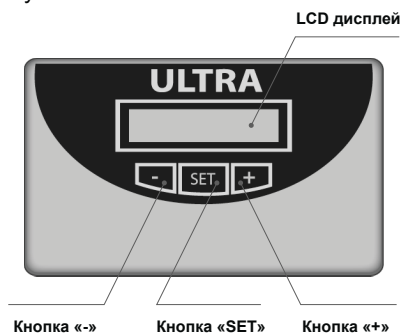

Рис. 6
- 2 Запустите ручную промывку. Для этого нажмите кнопку «**SET**» (см. рис. 6) и удерживайте в течение 5 сек. Отпустите кнопку (контроллер войдет в основное меню). Убедитесь, что на дисплее отображается надпись «**Manual Washing**». После этого однократно нажмите на кнопку «**SET**». Начнется промывка. Из дренажного шланга должна потечь вода.